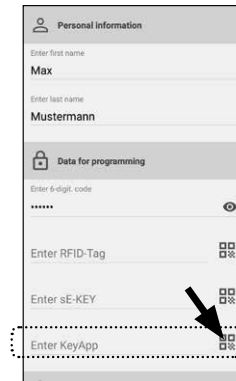

Abb. 70
- Tippen Sie im Benutzermenü in der Zeile „*KeyApp eingeben*“ auf das QR-Code-Symbol (Abb. 70).